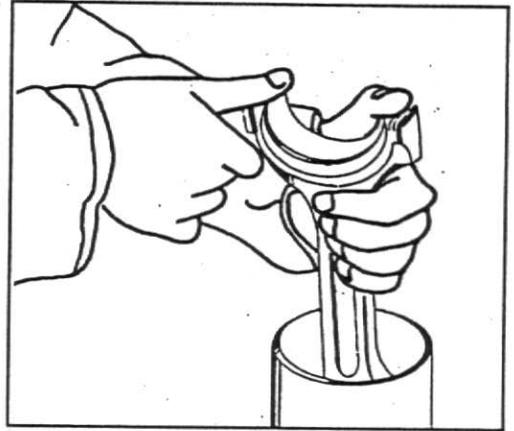

Fig. 14
5. Monte os casquilhos novos no corpo da biela, posicionando corretamente as travas, fig. 14.